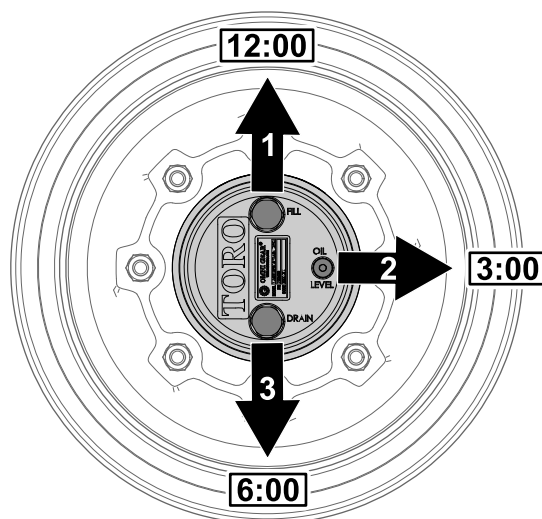

Figure 65
1. Garez la machine sur une surface plane et horizontale, tournez la roue de sorte que le bouchon de remplissage soit à la position 12 heures, le bouchon de contrôle soit à la position 3 heures et le bouchon de vidange soit à la position 6 heures (Figure 65).
- Retirez le bouchon de contrôle à la position 3 heures (Figure 65).
soit à la position 6 heures ; voir Figure 65 sous Contrôle du niveau de lubrifiant du train planétaire (page 62).